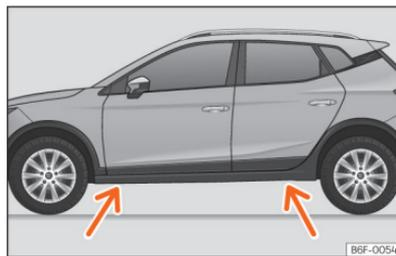

Fig. 199 Pontos de apoio do macaco.
- Procure na longitudinal a marca do ponto de apoio do macaco (zona afundada) mais próximo da roda a substituir » » » Fig. 199.